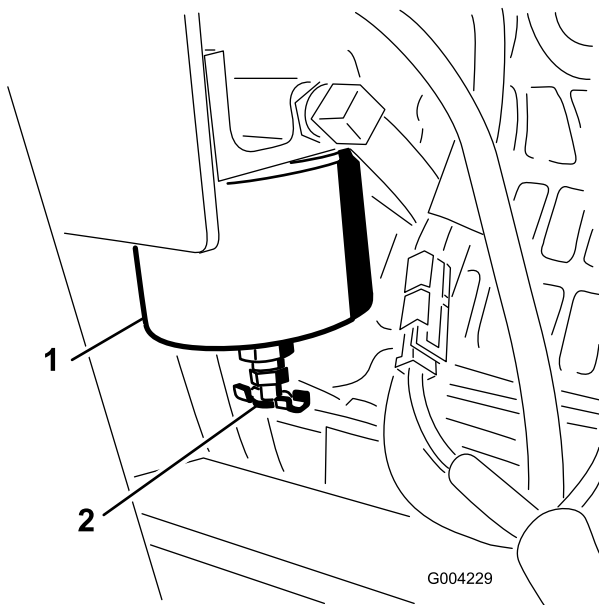

Bild 38
1. Ermitteln Sie den Kraftstofffilter an der rechten Seite des Motors (Bild 38) und stellen Sie einen sauberen Behälter unter den Filter.
1. Reinigen Sie den Anbaubereich der Filterglocke (Bild 38).
2. Entfernen Sie die Filterglocke und reinigen die Kontaktfläche (Bild 38).
4. Drehen Sie die Filterglocke per Hand, bis die Dichtung die Kontaktfläche berührt. Ziehen Sie sie dann um eine weitere 1/2 Umdrehung fester (Bild 38).